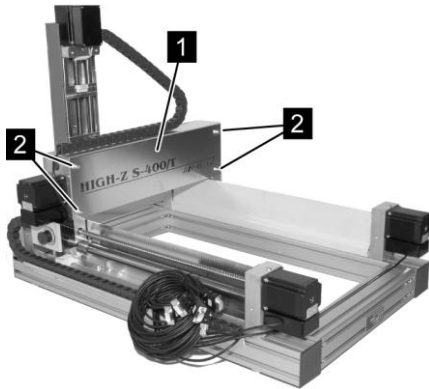

Abb. 23: Abdeckung Y-Achse
2. Vier Schrauben (Abb. 23/2) lösen und entfernen.
3. Abdeckung (Abb. 23/1) an der Y- Achse entfernen.